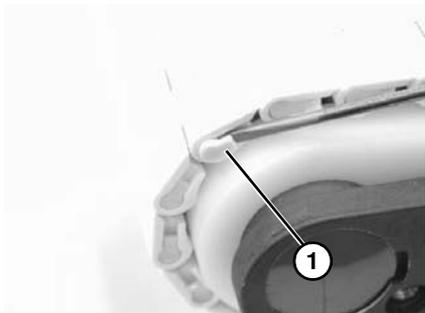

Abbildung 37
1. Ein Glied auf der Bandradseite der Kette wählen, um die Endkappen zu entfernen. Mit einem 2,4 mm breiten Flachsraubendreher unter dem Ansatz der Endkappen herausbrechen (Abbildung 37, Teil 1) und die Endkappen entfernen. Auf der gegenüberliegenden Seite des Förderbands wiederholen.